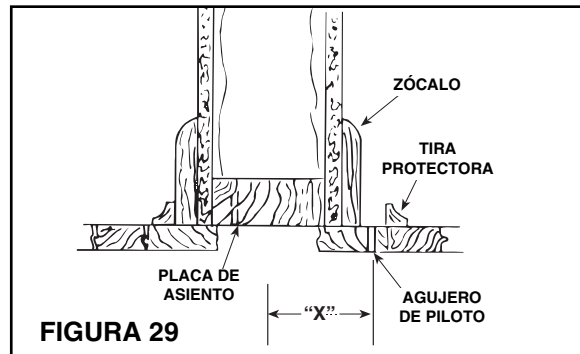

FIGURA 29
1. Véase la Figura 29. Un pequeño agujero de 'pilot' o 'localizador' se puede taladrar detrás del zócalo para determinar la ubicación correcta del agujero de entubado de 6,3 cm de diámetro en la placa de asiento.